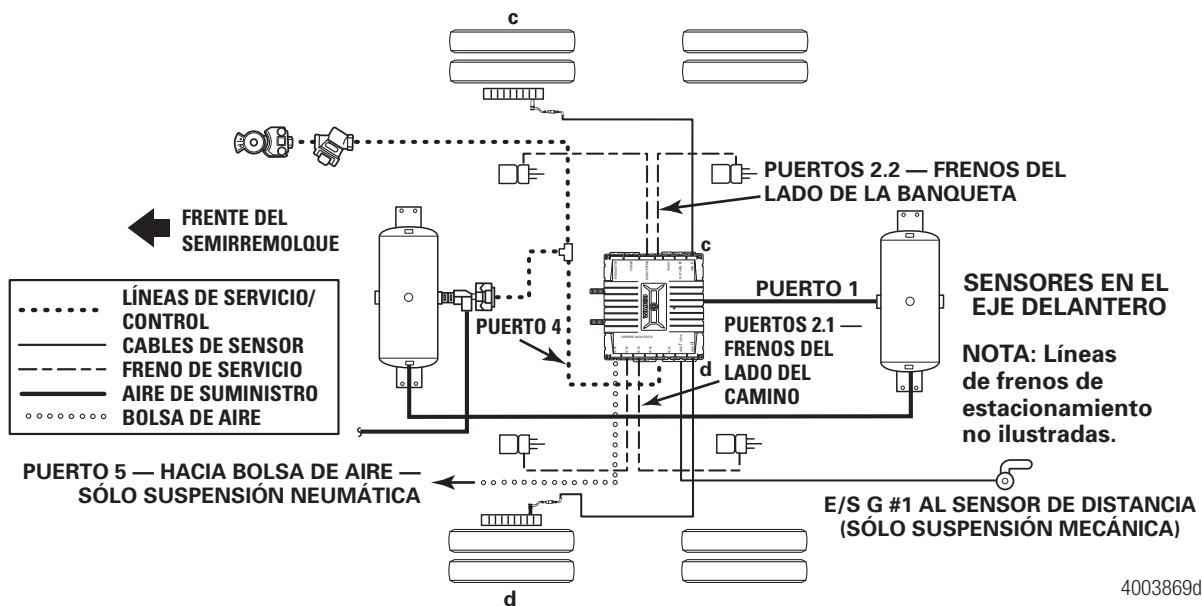
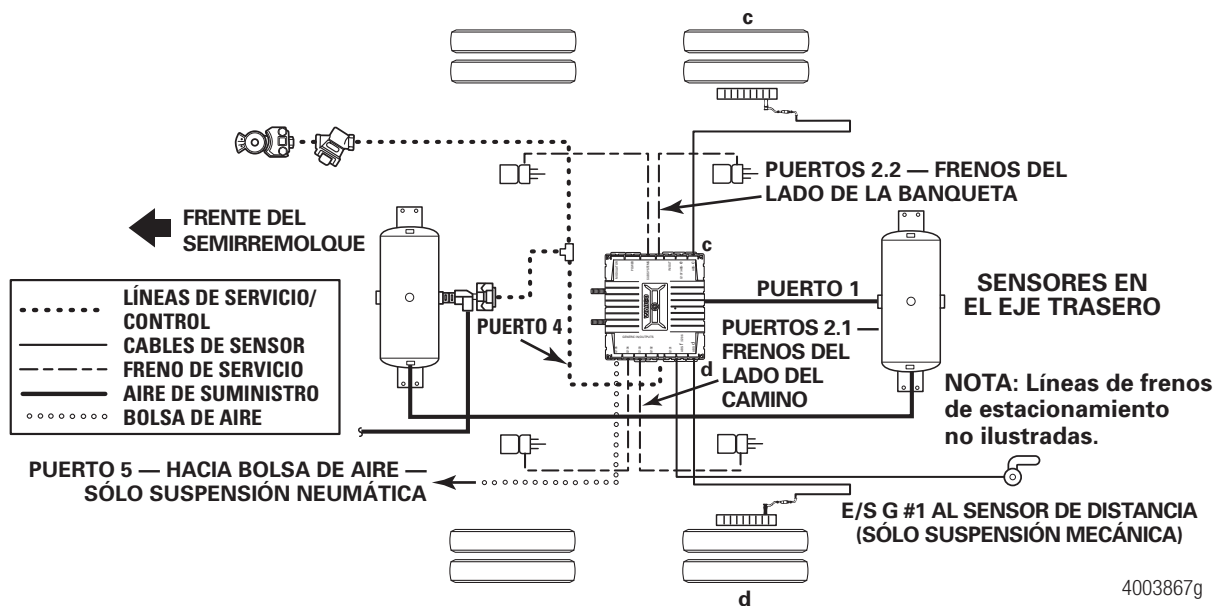

Figura 17
Figura 19
- 2S/2M (Figura 17 y Figura 19)